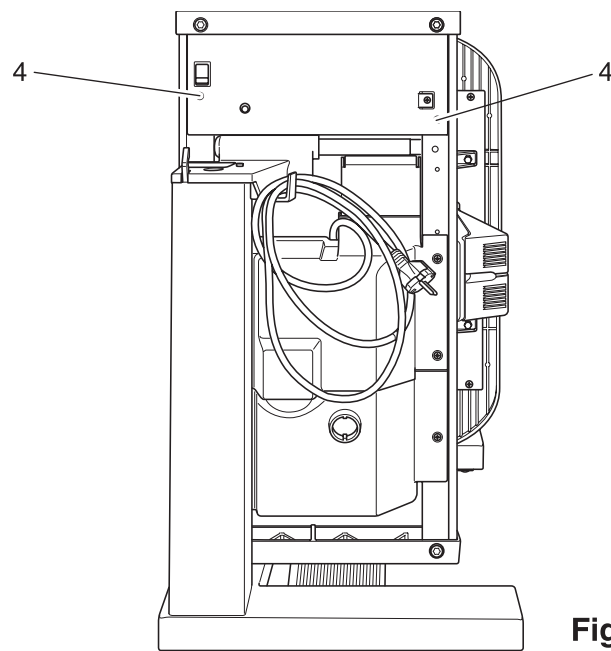

Fig. 24a
- Die Schrauben 4 am Abdeckblech herausdrehen (Fig. 24a).